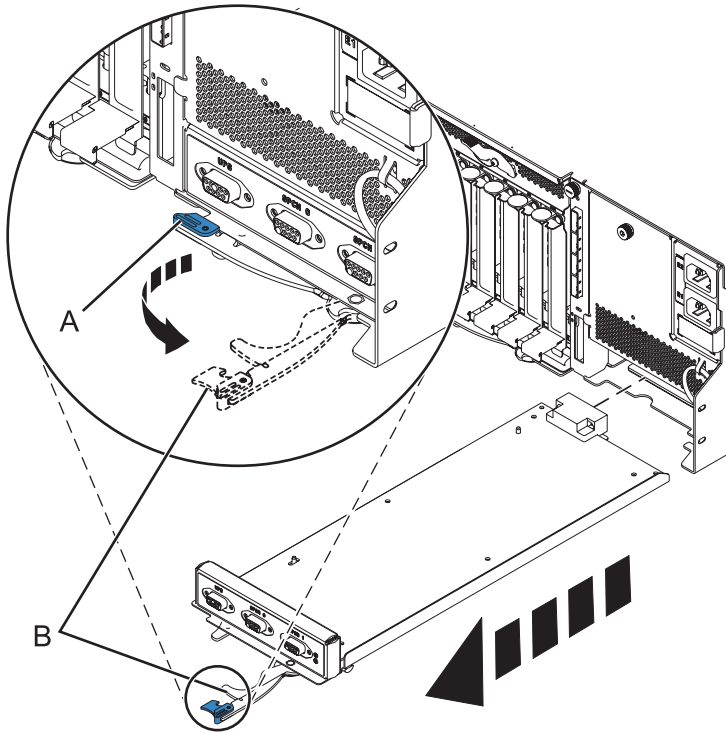

Figure 67. Retirer le contrôleur de gestion du boîtier
- b. Pincez le loquet (A) pour déverrouiller le levier (B). Pour plus d'informations, voir figure 67, à la page 82.